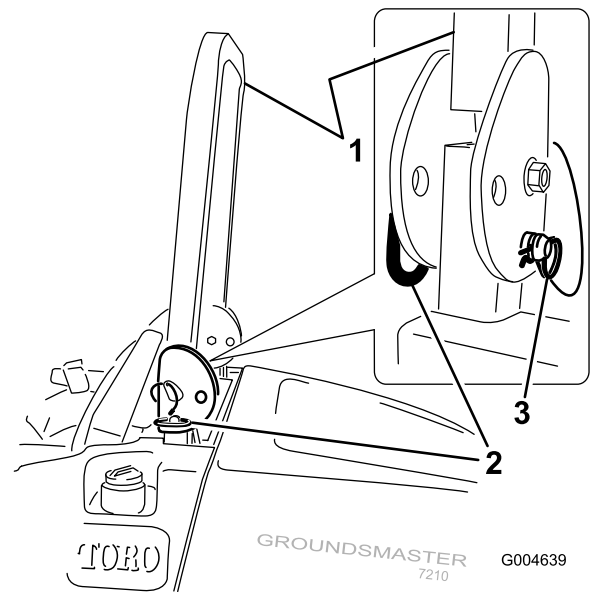

Figure 13
1. Pour abaisser l'arceau de sécurité, retirez les goupilles fendues, poussez l'arceau de sécurité contre les ressorts et retirez les deux goupilles (Figure 13).
3. Posez les deux axes et fixez-les avec les goupilles fendues (Figure 13).
4. Pour relever l'arceau de sécurité, retirez les goupilles fendues puis les deux axes (Figure 13).
5. Relevez complètement l'arceau de sécurité puis insérez les deux axes et fixez ces derniers avec les goupilles fendues (Figure 13).